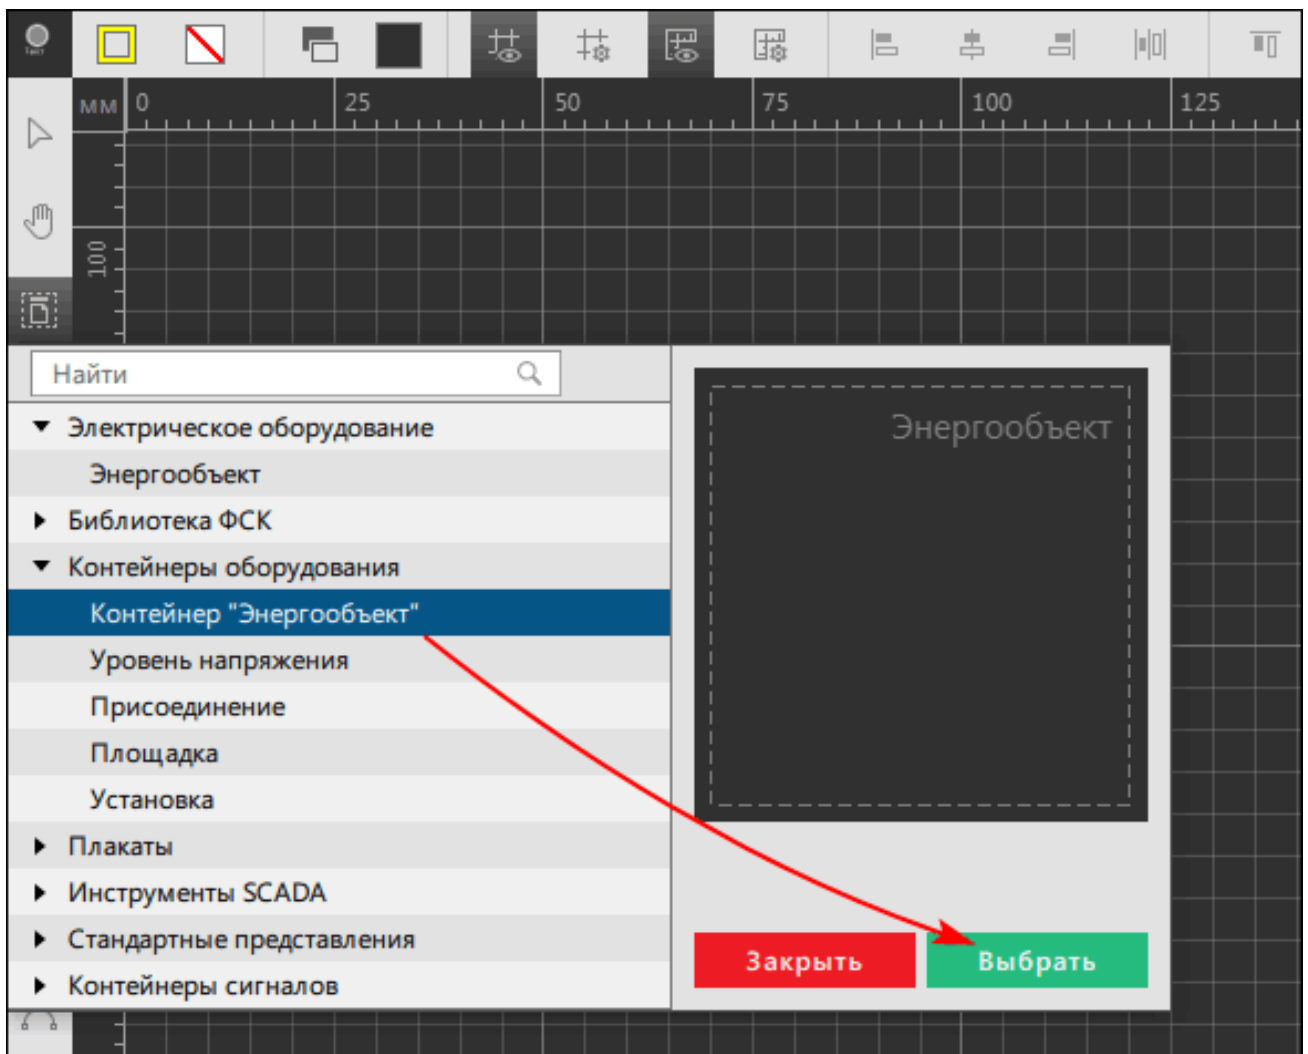

Рисунок 359 - Добавление энергообъекта
- Нажмите на инструмент **Графическое представление** и выберите **Контейнер «Энергообъект»** (Рисунок 359).